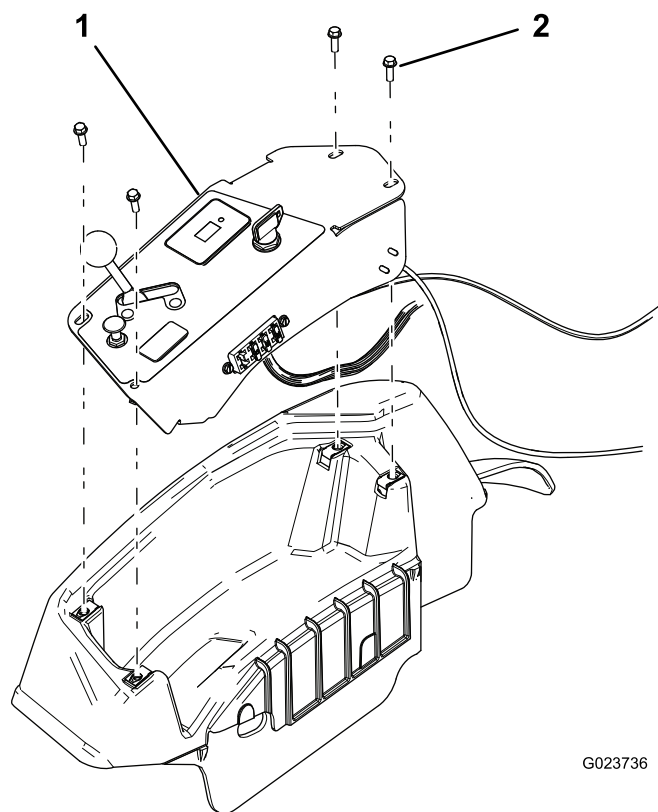

Figure 32
2. Déposez le panneau de commande (Figure 32).